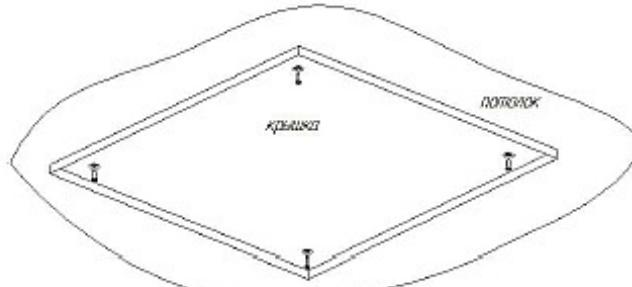

Рис.2
2. Закрепить крышку светильника на потолке с помощью винтов через отверстия в ножках (см. Рис.2).